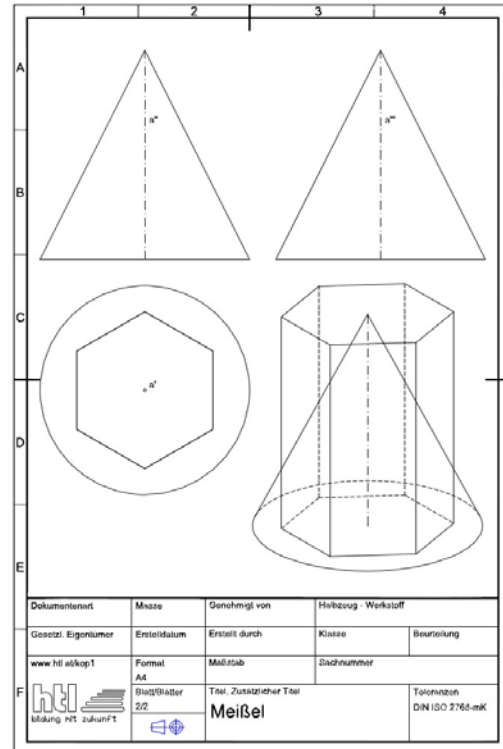

Abb. 2
- a.) Konstruieren Sie Auf- und Kreuzriss des Bohrkopfs (Abb. 2). Bestimmen Sie insbesondere die Scheitel, die Endpunkte, sowie jeweils zwei weitere Punkte der auftretenden Schnittkurven. Um welche Kurven handelt es sich dabei?
- b.) Vervollständigen Sie als Freihandzeichnung das axonometrische Bild des Körners (Abb. 2). Bestimmen Sie dabei die Scheitel und die Endpunkte der Schnittkurven.